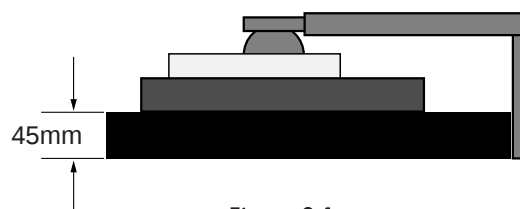

Figure S.1
3. Placez le moniteur face vers le bas sur une surface non abrasive. Placez l'écran sur une plateforme de 45 mm / 1.8 pouces pour que le support soit parallèle à la surface. **(Figure S.1)**